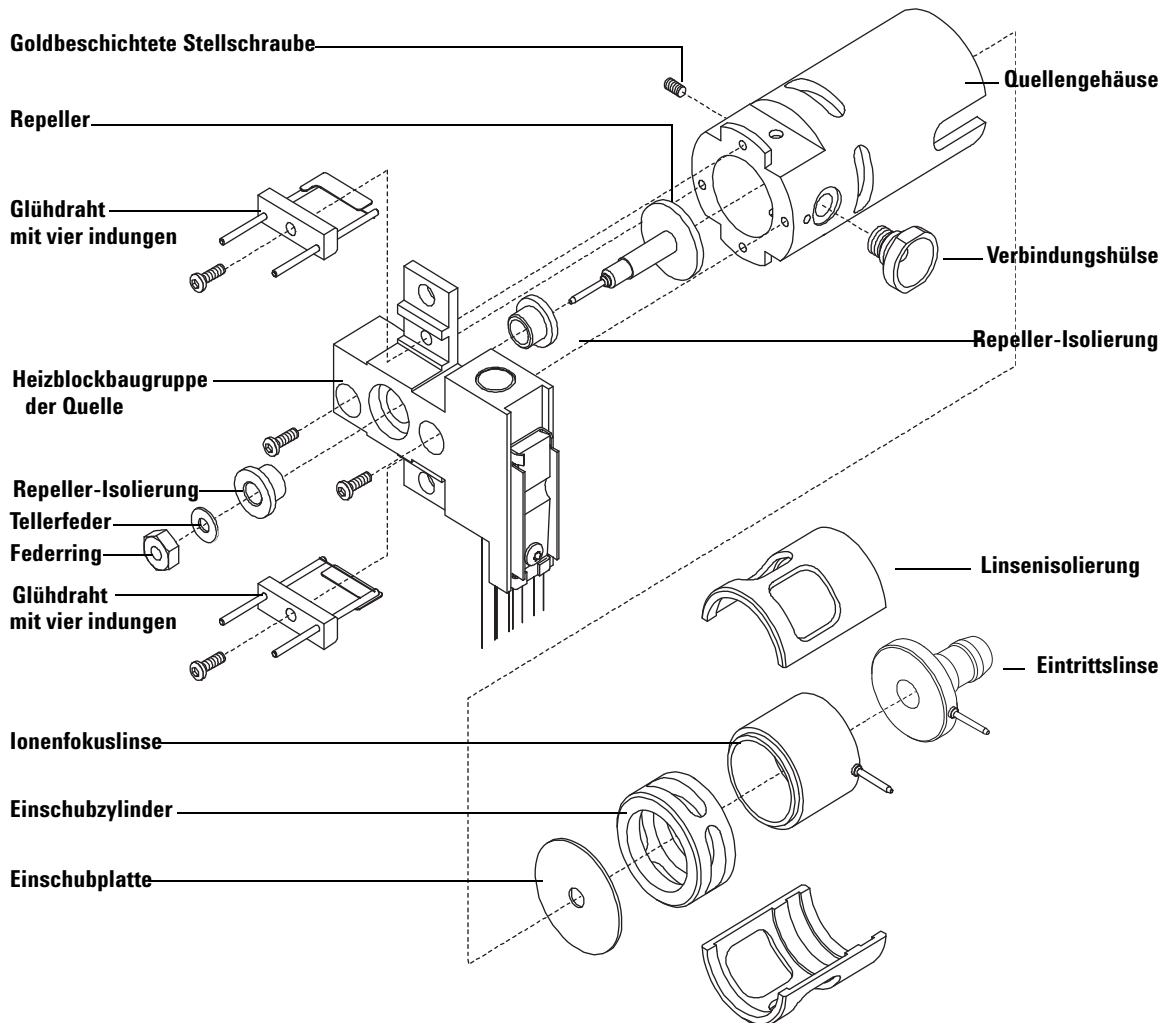

Abb. 27 Zerlegen der Standard- oder inerten EI-Ionenquelle
- 2 Entfernen Sie die beiden goldbeschichteten Schrauben von den Glühdrähten sowie die Glühdrähte von der Quelle. Siehe Abbildung 27 auf Seite 147.